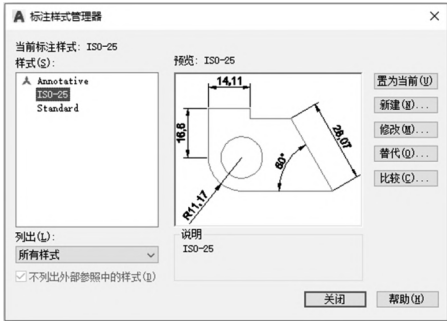

图 1-97 “标注样式管理器”对话框
- (1)单击标注样式按钮，打开“标注样式管理器”对话框，如图 1-97 所示。